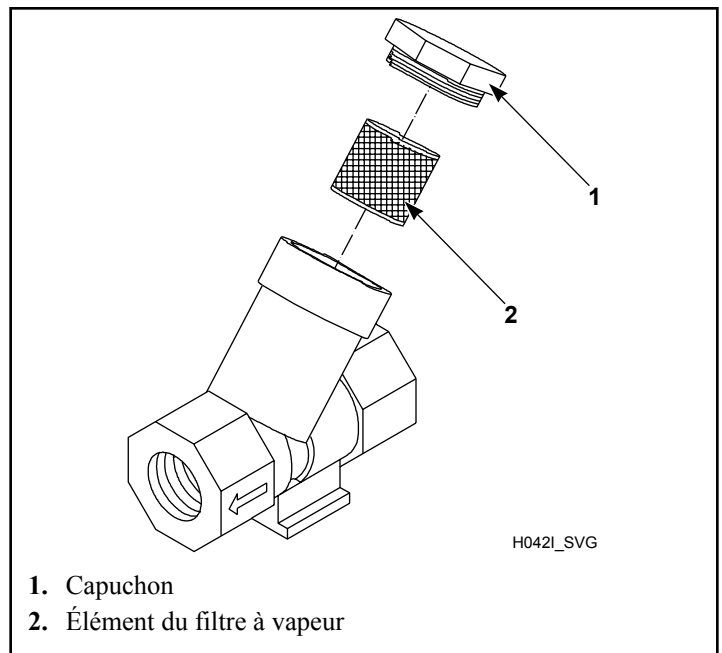

Figure 52
3. Nettoyer le filtre à vapeur fourni par le client, le cas échéant. Voir *Figure 52*.